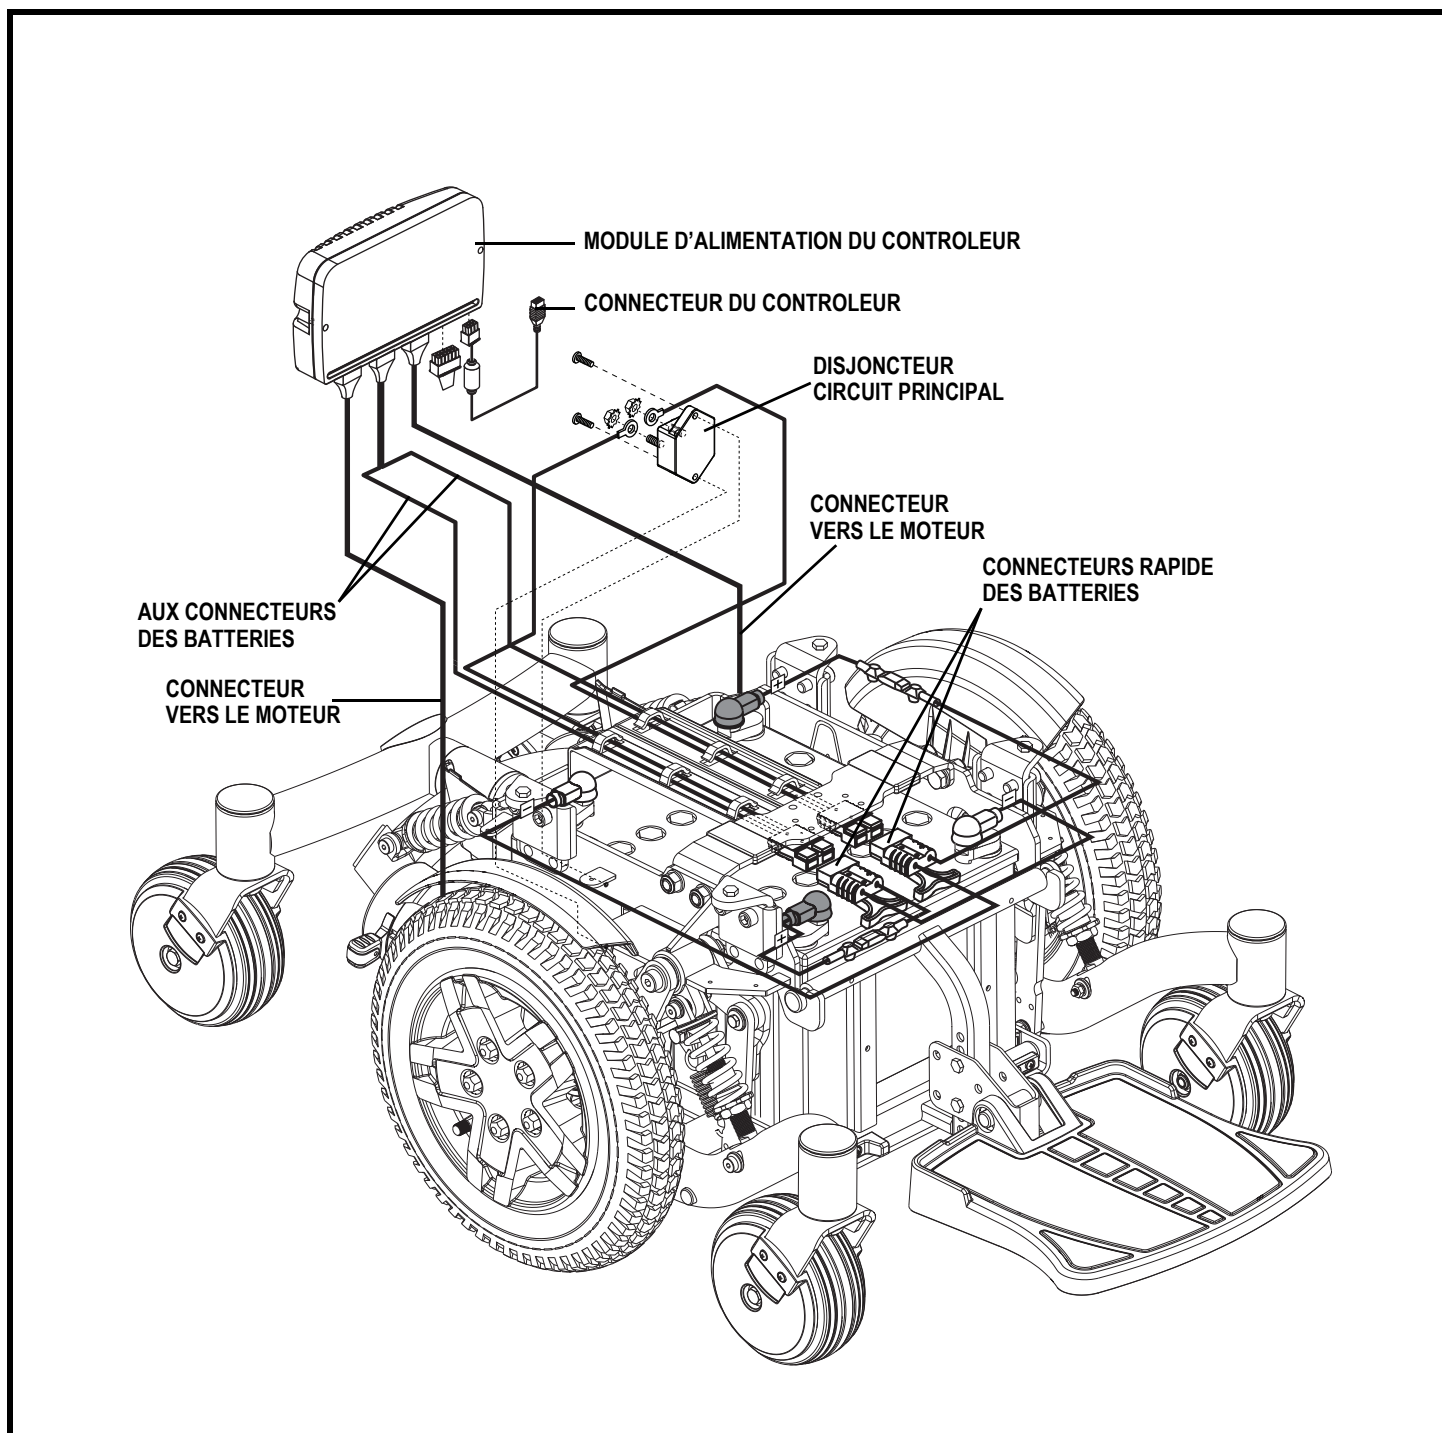

Figure 3. Composantes électroniques du Q6 Serie
Les composantes électriques sont le contrôleur, les batteries et les moteurs. Les batteries, les moteurs et le module d'alimentation du contrôleur (si équipé) sont situés sur la base motorisée. Le contrôleur est situé sur le module de siège. Les composantes sont reliées entre elles à l'aide de un ou plusieurs câbles. **Voir la figure 3.**
5. Branchez le connecteur du contrôleur dans la base motorisée. **Voir la figure 3.**
3. Débranchez le/les connecteur(s) du contrôleur de la base motorisée. **Voir la figure 3.**